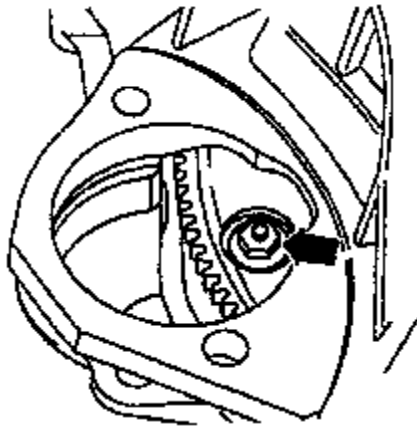

图 4-19 液力变矩器螺母
(23) 对于装配自动变速箱的车型，从液力变矩器上拧下 3 个螺母（图 4-19 箭头所示）（拆卸每个螺母需要转动曲轴 $1/3$ 圈）。